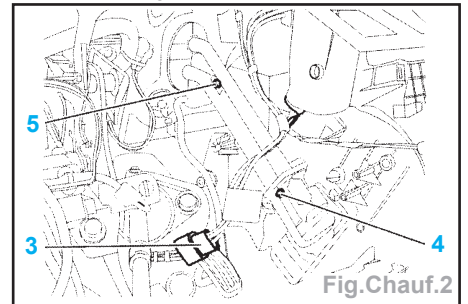

Fig.Chauf.2
- Débrancher le connecteur (3) (Fig.Chauf.2).